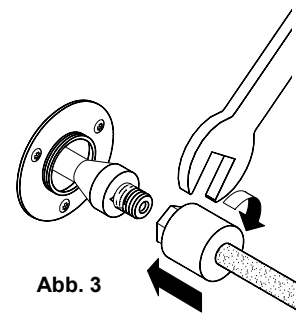

Abb. 3
3. Geeignete technische Düse auswählen und diese unter Zuhilfenahme eines Gabelschlüssels (Schlüsselweite 17) mit der verchromten Anschlussseite (Sechskant) so auf die Düse aufschrauben, dass das Kupfer-Gewinde nicht beschädigt wird. (Abb. 3)
3. Choose the suitable technical nozzle. Screw it on the threads with the threaded opening at the hexagonal side by means of a flat wrench (wrench size 17 mm). But careful, so that the copper threads are not damaged. (Fig. 3)